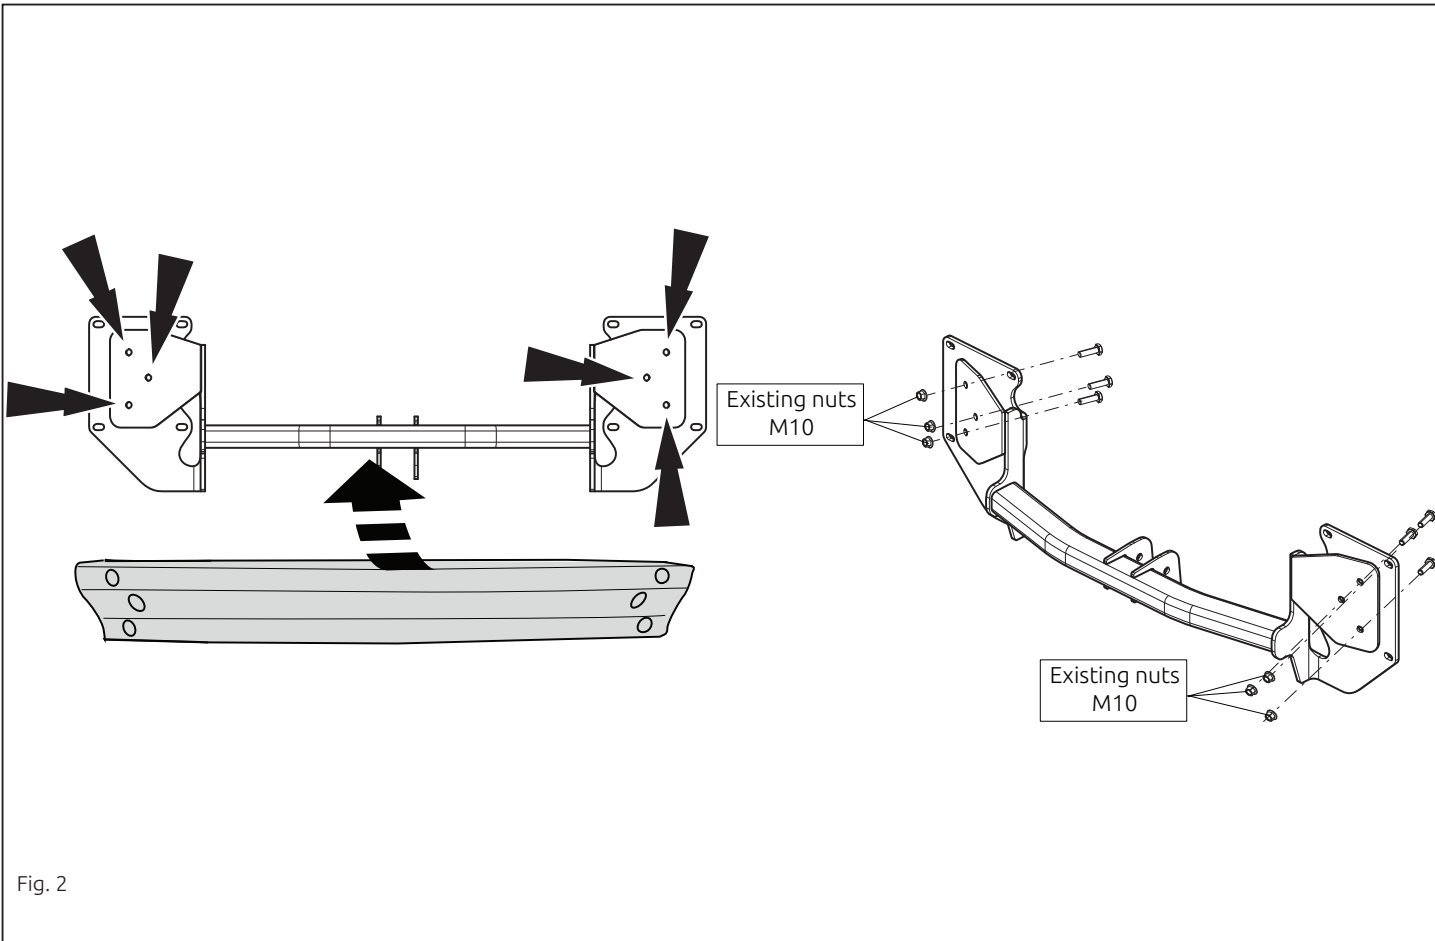

Fig. 2
3. Установить буферный брус в точках А, затянув крепежный материал не до конца. См. рисунок 2.